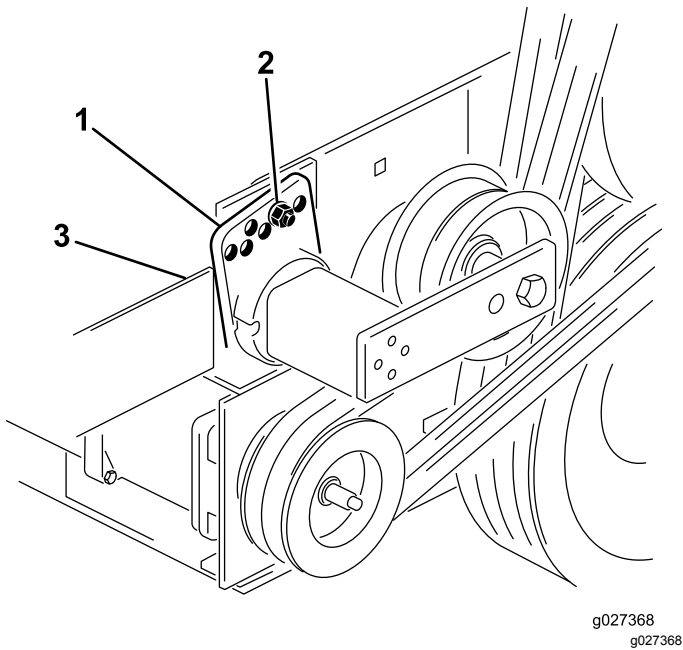

Figura 15
3. Rimuovete il bullone e il dado che fissano la guida del tendicinghia al supporto della trasmissione per rilasciare la tensione della cinghia (Figura 15).